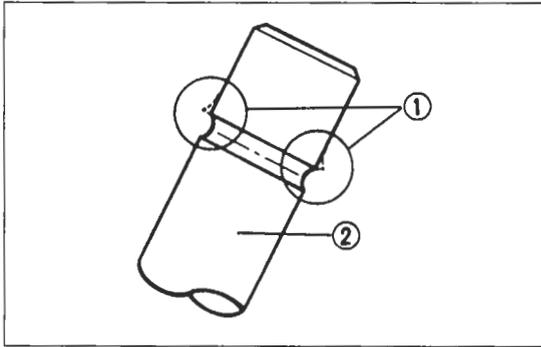

Bild 113
- Vor Entnahme der Ventile, Ventileilnuten auf Aufwerfungen oder Grate untersuchen (Bild 113). Gegebenenfalls mit feinem Ölstein Grate entfernen, da sonst Ventileführungen zerschrammt werden.